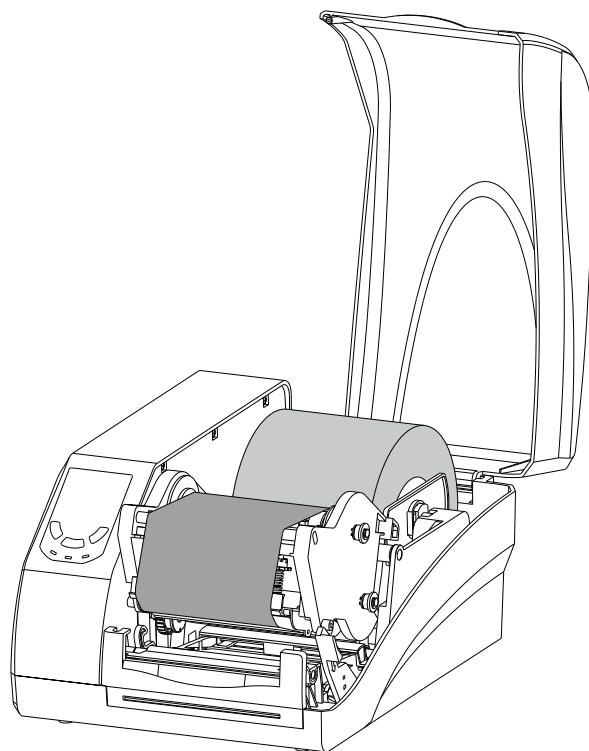

图 2-12
2. 将纸卷轴连同纸卷一起放入纸卷仓，按纸卷轴上的刻度将纸卷放置在中间位置，并将两个挡板靠紧纸卷，如图 2-12 所示。